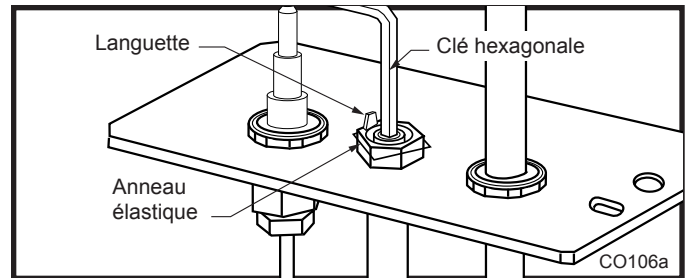

Fig. 77 Pour retirez l'orifice du pilote.
3. Ôtez le capot de la veilleuse en le soulevant (Fig. 77), tout en prenant soin de ne pas défaire l'anneau élastique.